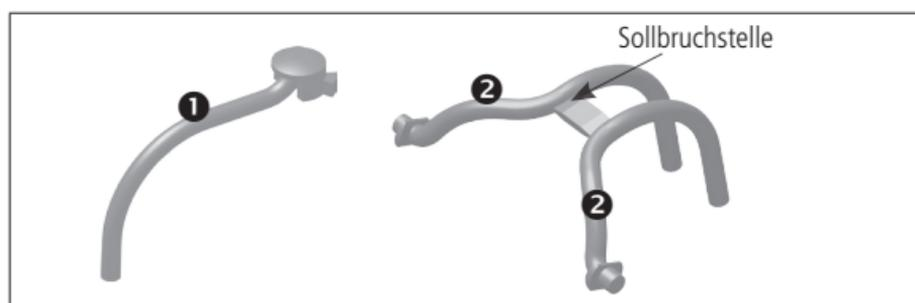

Abb. 16 ❶ Lichtleitstab LED-RSZ; ❷ Lichtleitstab LED ORS 142-RSZ
Der „Lichtleitstab LED RSZ“ ❶ (Abb. 16) ist so konzipiert, dass er sowohl für die Netzzuleitung von „links“ bzw. „rechts“ in das Oberteil eingeklipst werden kann. Der „Lichtleitstab LED ORS 142-RSZ“ ❷ wird in der Ausführung „links“ und „rechts“ mitgeliefert. Der entsprechende Lichtleitstab für den Einbau muss an der dafür vorgesehenen Sollbruchstelle, vorzugsweise durch hin- und herbiegen, abgetrennt werden (Abb. 16). Der andere Lichtleitstab wird nicht benötigt.